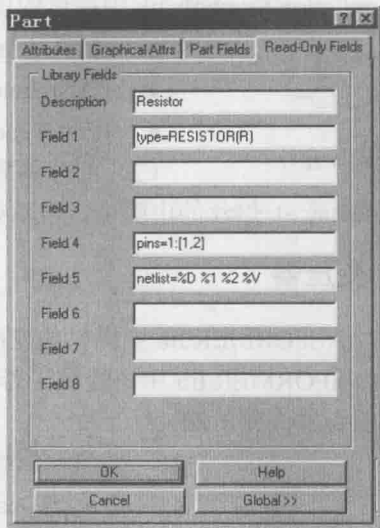

图 1.3 只读框
(1) 属性 Attributes。
(2) 图形属性 Graphical Attrs。它用于描述元件的角度、位置、颜色等。
(3) 部分参数栏 Part Fields。它用于描述半导体电阻的设置参数。
(4) 只读参数栏 Read-Only Fields (图 1.3)。该电阻建模的描述参数，一般不要去修改它。